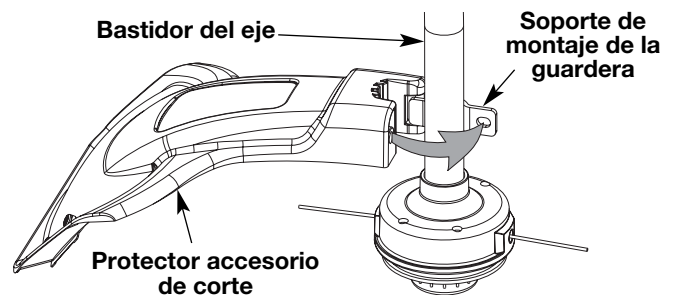

Fig. 4
2. Desde el interior del protector del accesorio de corte, empuje el perno cuadrado a través del orificio hasta que el extremo con roscas sobresalga a través del soporte de montaje de la guardera (Fig. 4).